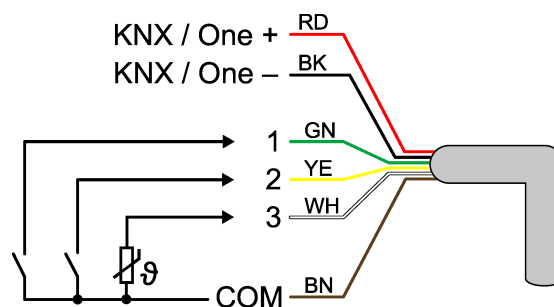

Figura 2: Configurazione collegamento linea di comando (esempio)
- Se necessario, collegare contatti privi di potenziale o sensori di condensa/perdite sull'ingresso 1...3 o ai sensori di temperatura NTC sull'ingresso 3 (Vedi figura 2).